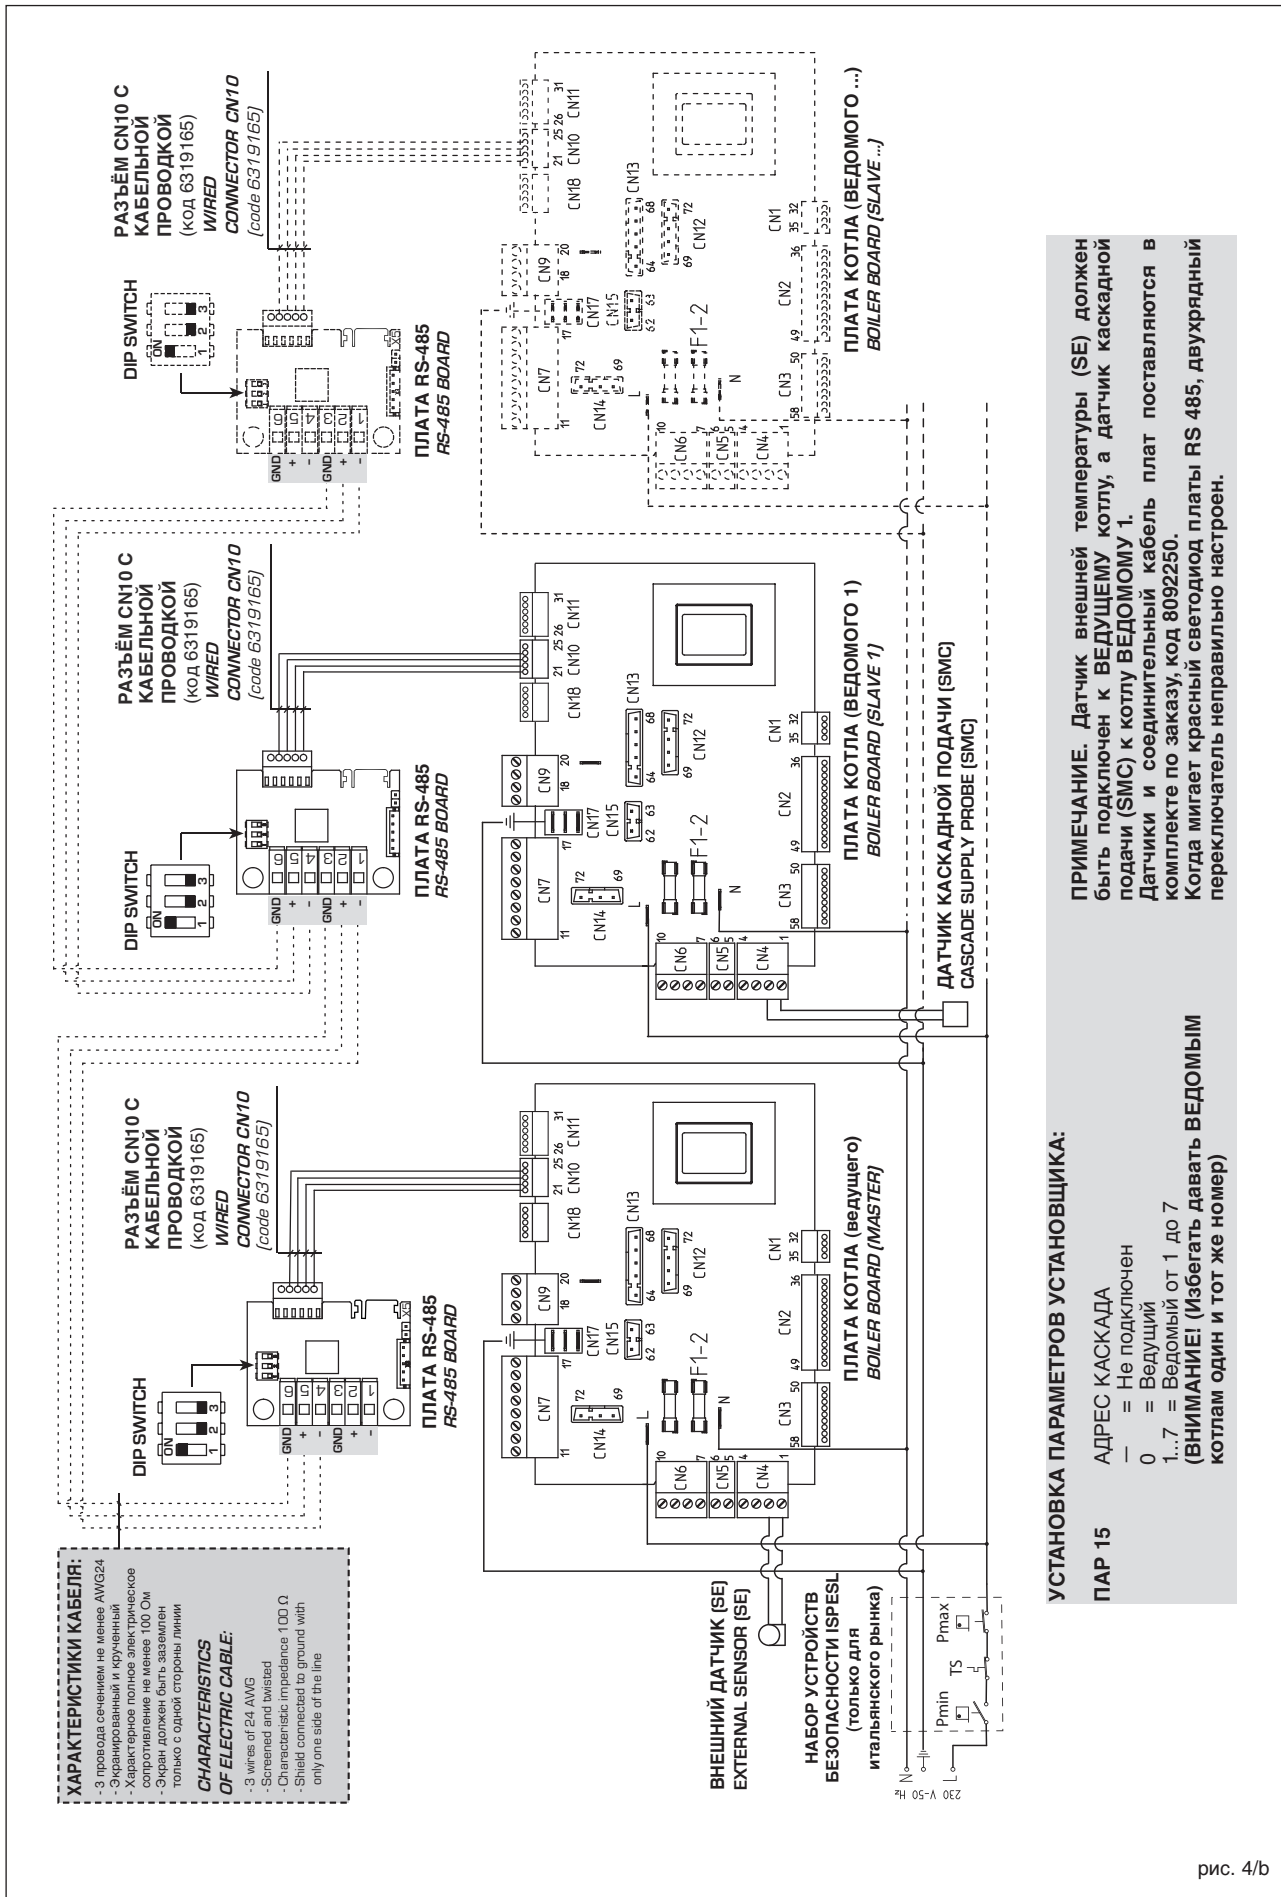

рис. 4/b
**Каскадный РЕЖИМ (рис. 4/б)**
Выполнить электрические подключения всех котлов, образующих модулярную каскадную подстанцию и на каждом отдельном котле установить параметры установщика ПАР15, как показано рис. 4/б.
**Режим MODBUS (рис. 4/с)**